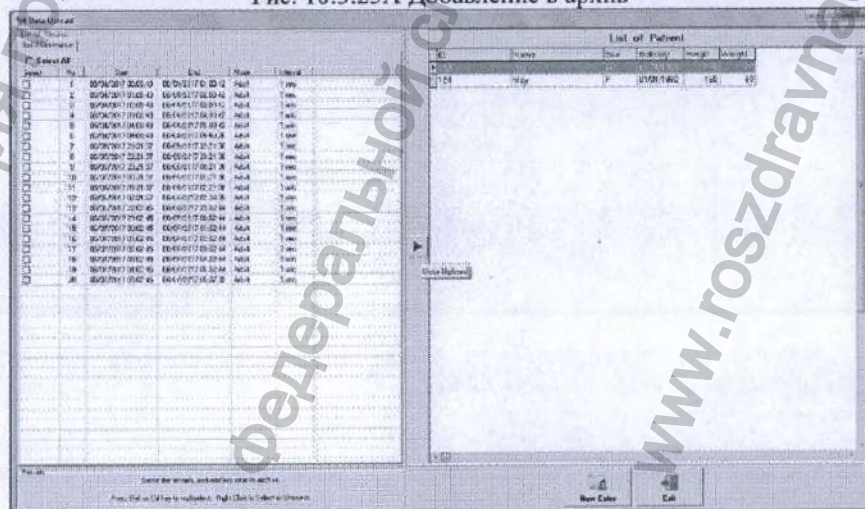
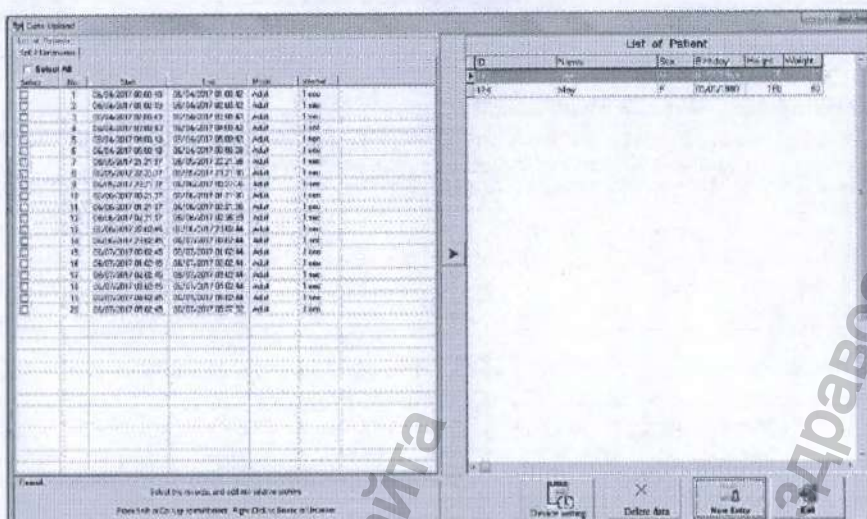
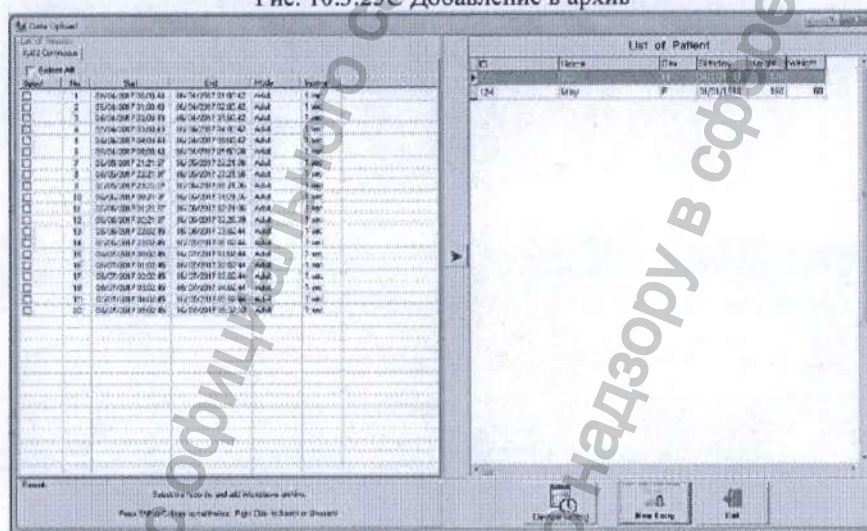

Рис. 10.3.25B Добавление в архив
Рис. 10.3.25C Добавление в архив
Рис. 10.3.25D Добавление в архив
10.3.25A, рис. 10.3.25B, рис. 10.3.25C или рис. 10.3.25D.